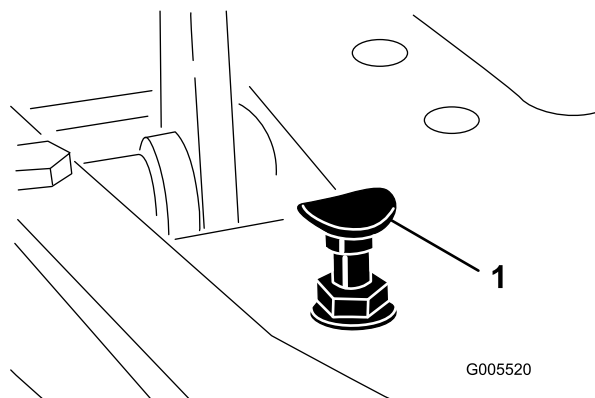

Figure 41
Pour obtenir la vitesse de transport maximale, placez le sélecteur de fonction en position de TRANSPORT et appuyez sur la pédale de déplacement. Si la pédale touche la butée (Figure 41) avant que la tension soit ressentie sur le câble, procédez comme suit :
1. Placez le sélecteur de fonction à la position de TRANSPORT et desserrez le contre-écrou de fixation de la butée de pédale au plancher (Figure 41).